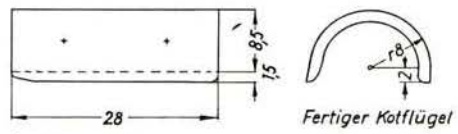

Bild 4 M. 1:1
Bild 4 Glauben Sie uns gern, schon manche ließen sich durch dieses Bild täuschen und glaubten, es sei auf einer Auto-Ausstellung aufgenommen. Aber auch diese Fünf stammen aus dem Hause „Pöschl“.
■ Bild 4 Die Parade schließt ein Bild von der Anlage der Arbeitsgemeinschaft in Meißen.